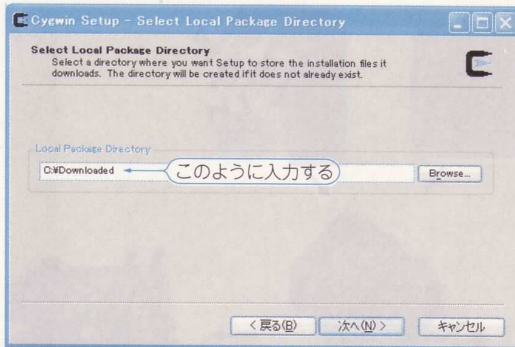
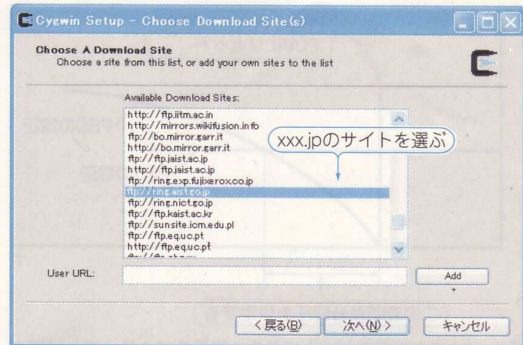

図9 Cygwinのインストールその2
図10 Cygwinのインストールその3
④ Local Package Directoryには、C:\downloadedと入力します(図9)。
⑤ Select Your Internet Connectionと聞いてくるので[Direct Connection]を選択します。
⑥ 一瞬接続画面になってWebサイトからサーバのデータをダウンロードしたあと、Choose A Download Siteと聞いてきます。xxx.jpの日本サイトを選択します(図10)。
⑧ Select Packagesの画面になります。[view]ボタ